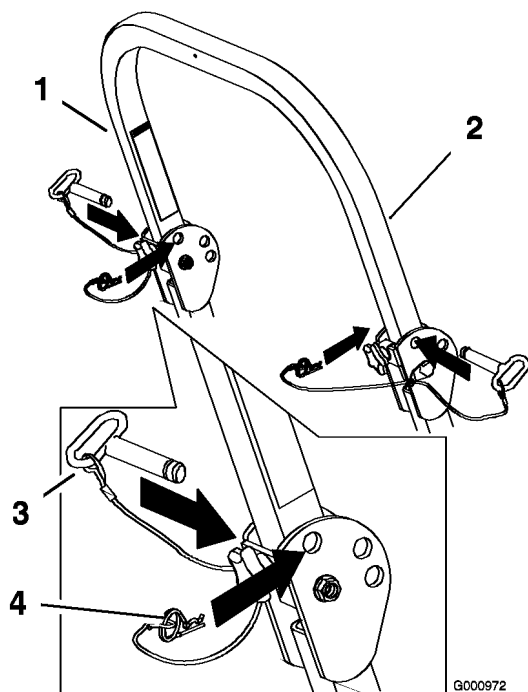

Figura 7
2. Retire los pasadores de horquilla y retire los dos pasadores (Figura 7).
4. Instale los dos pasadores y fíjelos con los pasadores de horquilla (Figura 7).
5. Para elevar la barra anti-vuelco, retire los pasadores de horquilla y retire los dos pasadores (Figura 7).
6. Eleve la barra anti-vuelco a la posición vertical, instale los dos pasadores y fíjelos con los pasadores de horquilla (Figura 7).